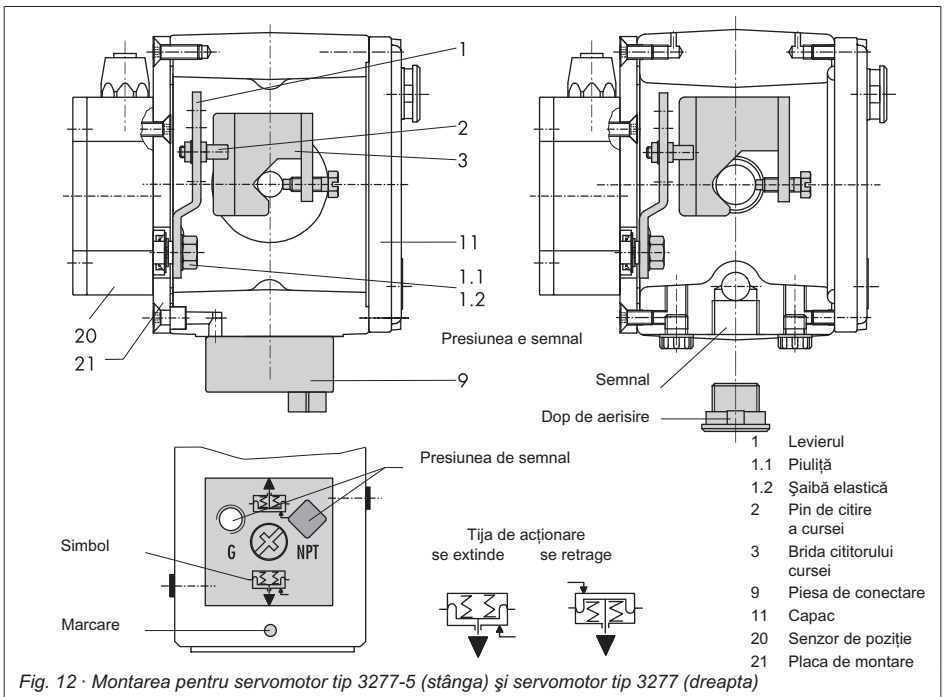

Fig. 12 · Montarea pentru servomotor tip 3277-5 (stânga) și servomotor tip 3277 (dreapta)
Presiunea de semnal de la poziționer este direcționată prin conexiunea presiunii de semnal a plăcii de conectare (9, Fig. 12 stânga) la camera membranei servomotorului. Pentru a continua, mai întâi înșurubați placa de conectare (9) inclusă în accesorii pe jugul servomotorului.
- ▶ Întoarceți placa de conectare (9) pentru a alinia simbolul corect pentru poziția de siguranță „Robinet normal închis” sau „Robinet normal deschis” la marcaj (Fig. 12, jos).
- ▶ Asigurați-vă că garnitura pentru placa de conectare (9) este introdusă corect.